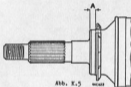

Abb. K.5
- (4) Service-Werkzeug 180 134 und Ansatz 180 134D zum Einbau beider neuen Dichtungen an der Nabe verwenden. Gewährleisten, daß das Wasserrohr an der Antriebswelle befestigt wird wie in Abb. K.5 gezeigt.